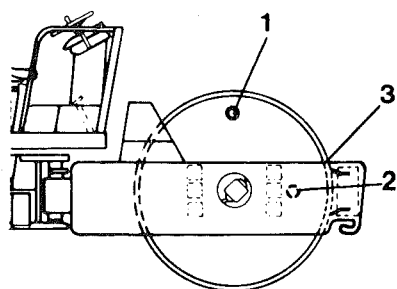

Fig 54 Oljepåfyllning
3 Kör välten på plant underlag så att pluggen (1) kommer rakt upp, se fig 54.